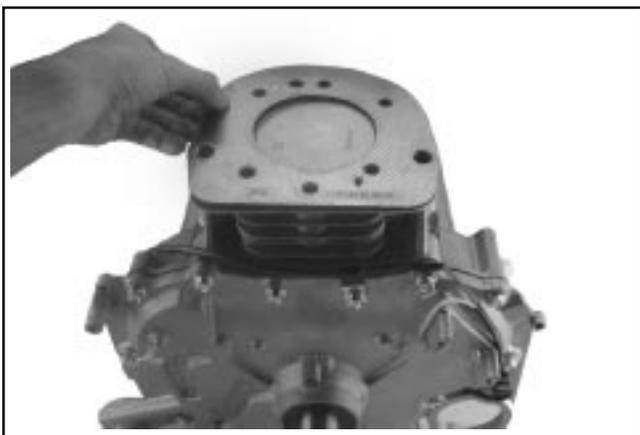

Figure 10-34. Installation du joint de culasse.
4. Installer un nouveau joint de culasse. Voir la Figure 10-34.